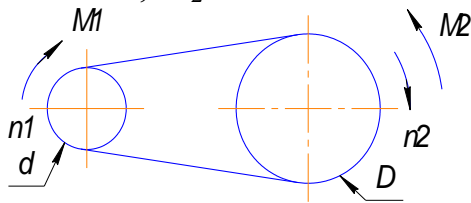

Рис. 4
4. В ременной передаче (рис. 4) с клиновым ремнем определить: D – расчетный диаметр большого шкива, M_1 – момент на валу меньшего ведущего шкива диаметром $d=100$ мм. $U=3$ – передаточное число передачи, $n_1=900$ об/мин, $M_2=10$ Нм.